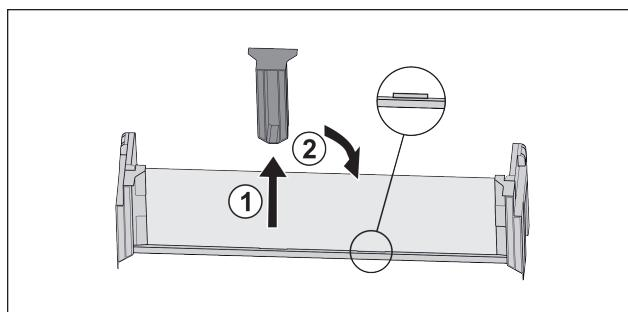

Fig. 94
- Витягнути середню деталь для підтримки Fig. 94 (1).
- Вставити середню деталь для підтримки на друге положення Fig. 94 (2).